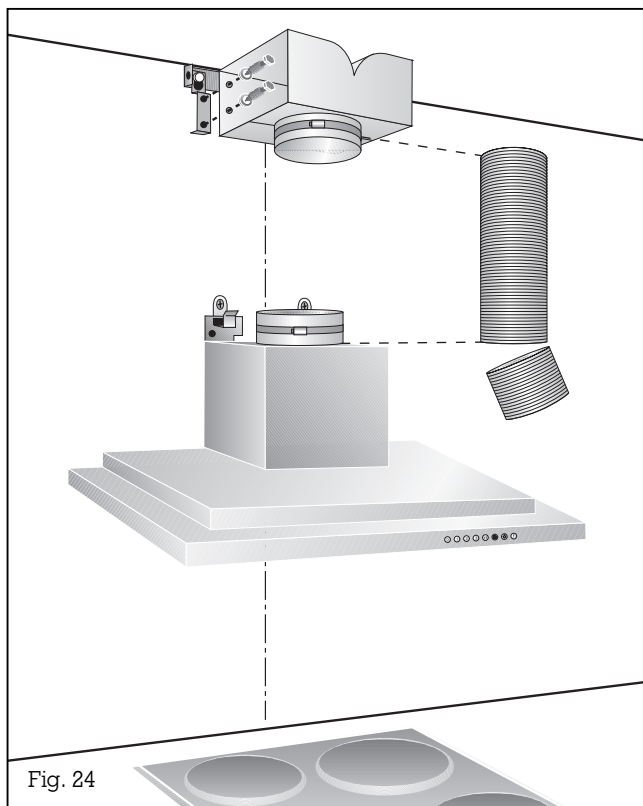

Fig. 24
- Coupez le tuyau souple à la bonne longueur, puis fixez-le avec des colliers (fig. 24).